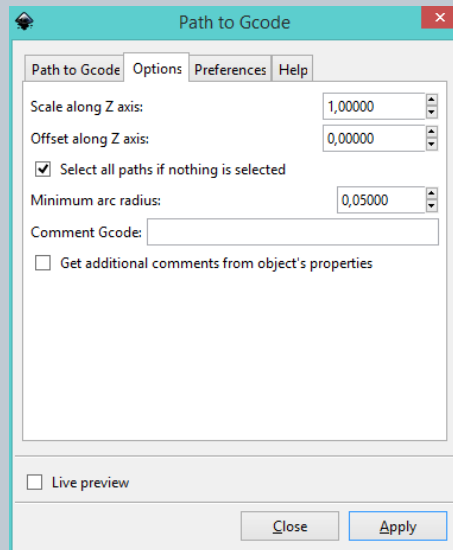

Fig. 54
- Nella seconda schermata “Options” selezionare i valori come da immagine (Fig. 54):